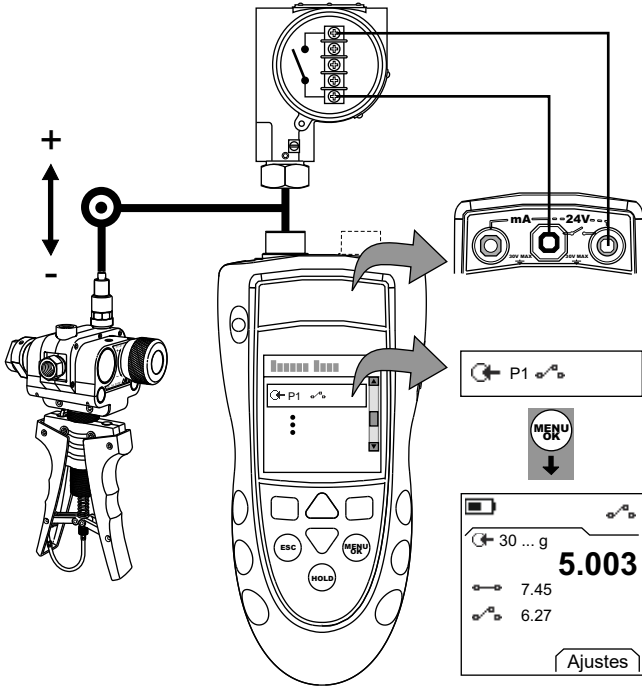

Figura 4: Ejemplo de configuración - Prueba de interruptor
1. Conecte el instrumento (Figura 4) y, si es necesario, ajuste la opción *Configurar* (Tabla 1).